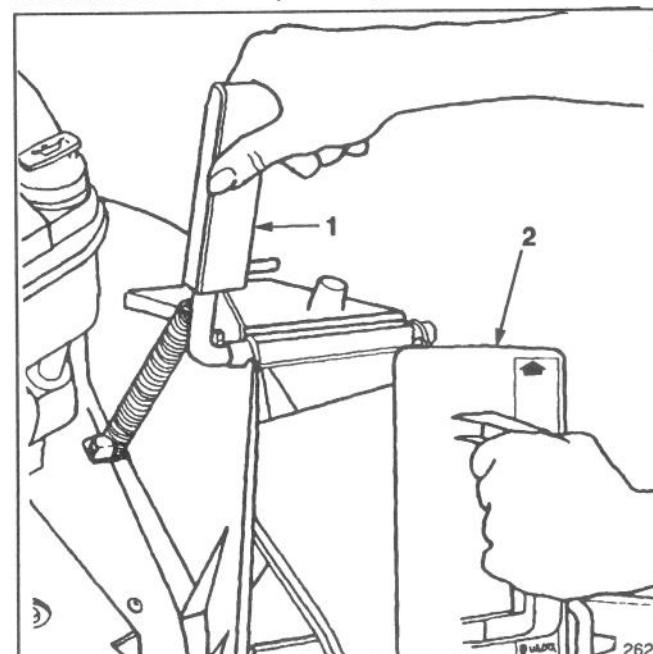

Abb. 10
1. Sicherstellen, daß der Motor ausgeschaltet ist. Die Auswurfklappe öffnen: den Griff nach vorwärts ziehen, die Auswurfsklappe nach hinten bewegen (Abb. 10). Den Griff der Auswurfklappe festhalten, damit die gefederte Tür nicht wieder zuspringt, während der Mulchstöpsel eingeführt wird.
2. Da der Mulchstöpsel etwas breiter als die Öffnung des Auswurftunnels ist, muß der Mulchstöpsel beim Einführen etwas im Uhrzeigersinn gedreht werden (Abb. 10). Sicherstellen, daß der Pfeil auf dem Mulchstöpsel-Aufkleber nach oben zeigt.